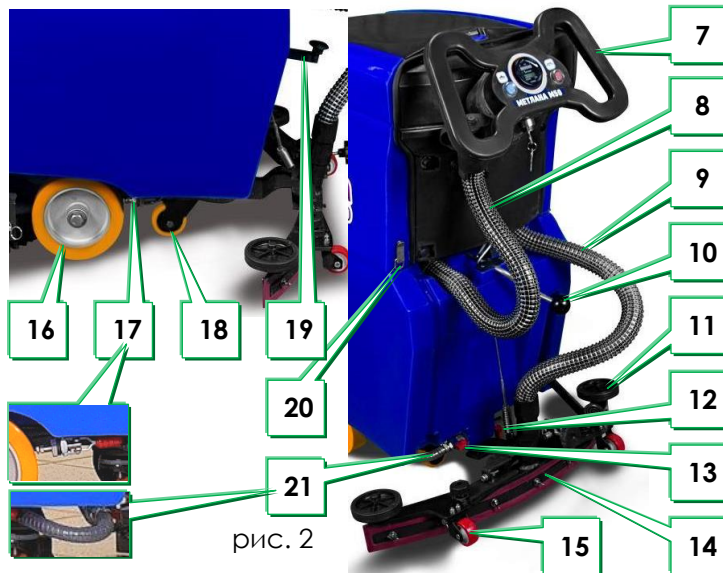
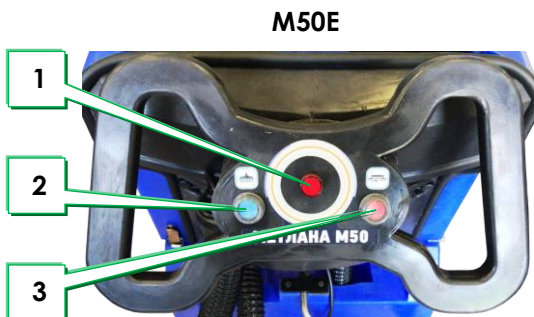

рис. 2
рис. 3
Отдельные части и органы управления машины показаны на рисунках (рис.1 и рис.2):
Элементы панелей управления машины показаны на рисунках (рис.3 и рис.4):
Убедитесь, что ручной стояночный тормоз (рис.2 поз.17) отпущен.
Включите вилку питающего провода, находящегося под рулем машины, в сеть 220В. Загорится красный индикатор (рис.3 поз.1).
Откройте защелку-фиксатор (рис.2 поз.20) и откиньте верхний бак. В аккумуляторном отсеке соедините разъем кабеля АКБ с разъемом кабеля машины.
Установите моющую щетку. Для этого положите щетку на пол щетиной вниз рядом со щеточным узлом (рис.1 поз.6), поднимите щеточный узел нажатием ноги на педаль рычага подъема и опускания щеточного узла (рис.2 поз.19) и передвиньте машину так, чтобы щеточный узел полностью накрыл щетку. Отпустите педаль рычага подъема и опускания щеточного узла. Щеточный узел должен опуститься и придавить щетку к полу. Убедитесь, что ступица крепления щетки попала во фланец, находящийся в центре щетки. Затем, кратковременным включением мотора щетки (включить и выключить кнопку рис.3 поз.3, или рис.4 поз.4) закрепите щетку на машине.
Откройте кран подачи воды, он находится внизу задней части машины (рис.2 поз.13). Подаваться вода (раствор моющего средства) будет сразу на щетку самотеком.
Опустите водосборную балку (рис.1 поз.14), повернув вниз рычаг (рис.2 поз.10) и включите вакуумный мотор (нажать на кнопку рис.3 поз.2, или рис.4 поз.5).
Включите мотор щетки (нажать на кнопку рис.3 поз.3, или рис.4 поз.4). Машина начнет очищать поверхность.
При наполнении бака закройте кран подачи чистой воды и дайте машине продвигнуться еще на несколько метров вперед, чтобы собрать остатки вытекшей воды. Выключите мотор привода щетки и поднимите щеточный узел, нажав ногой на педаль рычага (рис.2 поз.19) до упора вниз и немного сдвинув его влево. Щеточный узел должен зафиксироваться в верхнем положении. Затем, поднимите водосборную балку, повернув рычаг (рис.2 поз.10) вверх, и выключите вакуумный мотор. Откатите машину к дренажному трапу или другому месту слива грязной жидкости. Слив осуществляется с помощью шланга (рис.2 поз.8).
- с помощью крана (рис.2 поз.12) слейте остатки воды (моющего раствора) из бака чистой воды;